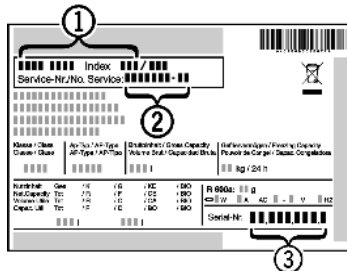

Fig. 20
- ▶ Apparaataanduiding Fig. 20 (1), servicenummer Fig. 20 (2) en serienummer Fig. 20 (3) van het typeplaatje aflezen. Het typeplaatje bevindt zich aan de binnenkant van het apparaat.